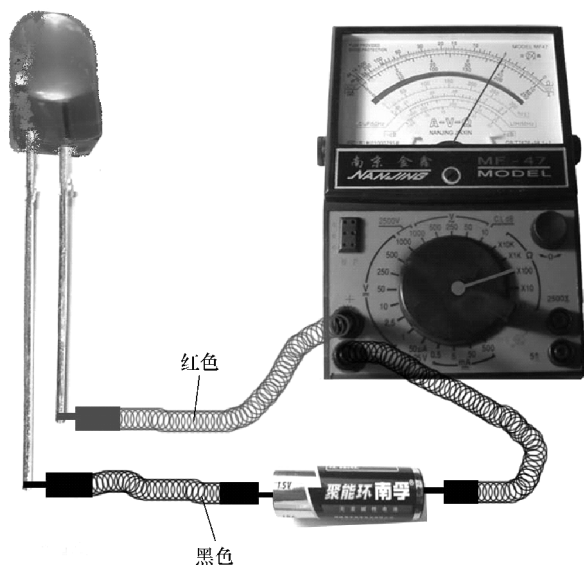

图 2-43 检测高亮度发光二极管
2) 检测高亮度单色发光二极管的性能:高亮度单色发光二极管的开启电压为 $2V$,测量时,在万用表外部串接一节 $1.5V$ 的干电池,使检测电压增加至 $3V$,如图 2-43 所示。将万用表置于 $R \times 10$ 或 $R \times 100$ 挡位,检测时,用万用表两表笔轮换接触 LED 的两引脚。若 LED 的性能良好,必定会有一次正常发光,此时黑表笔所接的为正极,红表笔所接的为负极。若无论怎样对调表笔测量 LED 均不发光,则说明该 LED 已损坏,需要更换。